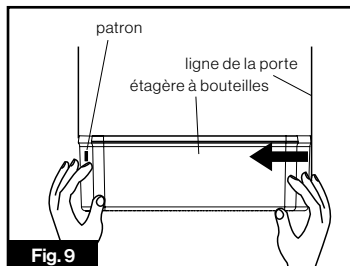

Fig. 9
**Installation :** Tenez les deux côtés de l'étagère à bouteilles avec les deux mains. Installez d'abord la boucle du côté du patron. Ensuite, poussez légèrement l'autre côté vers l'intérieur, la boucle peut être fixée. (Fig. 9)